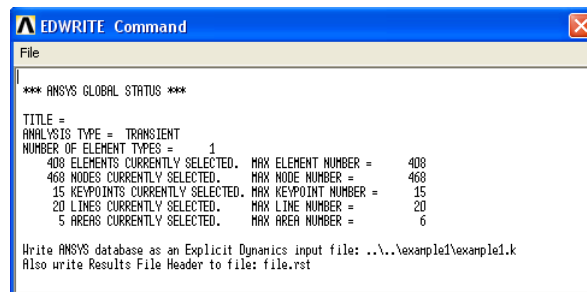

Рисунок 107. Текстовое окно *EDWRITE Command*
- Далее необходимо ознакомиться с содержанием текстового окна *EDWRITE Command* и закрыть его (Рисунок 107).